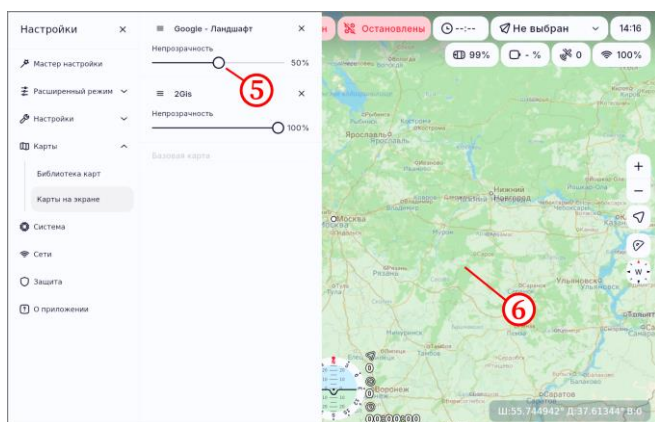

Рисунок 34
- на форме карты «Google - Ландшафт» ползунком установить непрозрачность карты на значение «50 %» (рисунок 34, шаг 5);
- убедиться, что на экране отображаются обе карты, наложенные друг на друга (рисунок 34, шаг 6);